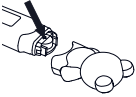

Abbildung 4
3. Ziehen Sie die Kunststoffplatine mit dem Batteriefach vorsichtig etwa 1 cm (etwas weniger als 1/2") heraus (Abbildung 4).